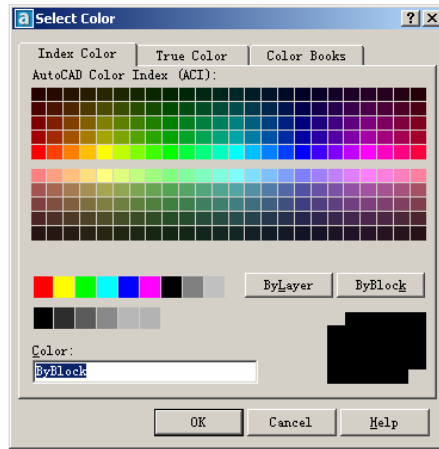

图 8-18 颜色选取对话框
- **Text Style button** (文本样式按钮) 单击该对话框按钮, 将出现图 8-18 所示的文本样式对话框。用户可利用该按钮定义或修改文本样式。
- **Text Color** (设置文本的颜色) 用户可通过单击下拉箭头得到的下拉列表来选取颜色。若选择 other 选项, 将出现如图 8-18 所示颜色选取对话框。用户也可利用该对话框选取颜色。